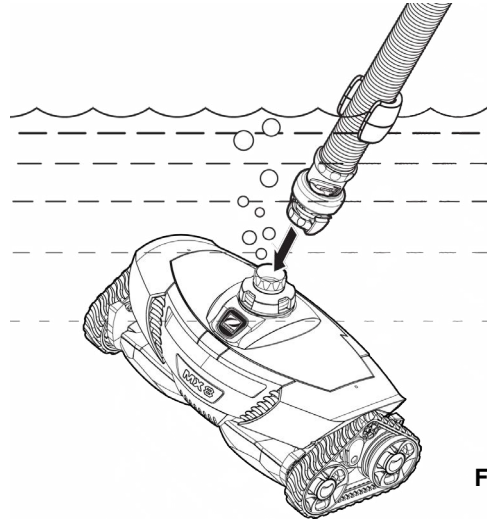

Figura 7
3. Cuando dejen de salir burbujas del limpiador, conecte la manguera presionando la válvula del regulador de caudal en el limpiador (Figura 7).